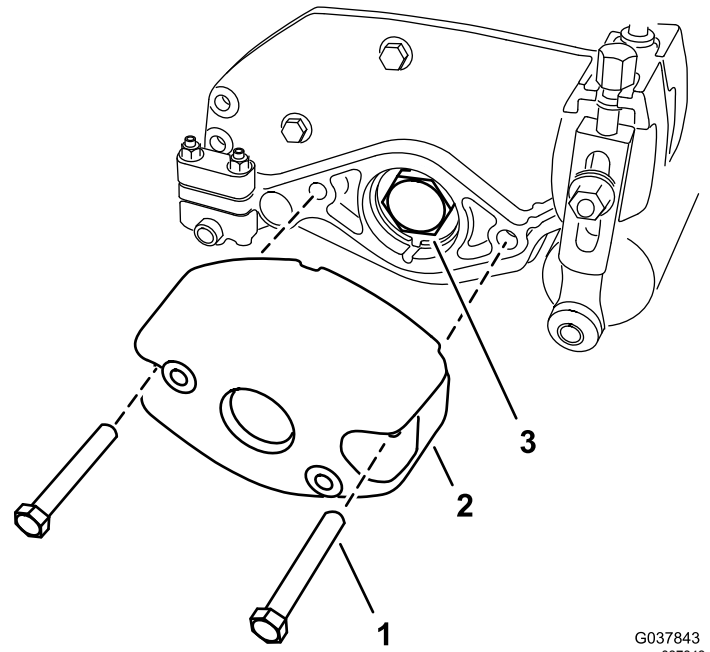

图4
6. 从将配重块固定到滚刀组侧板上的 2 个螺母由侧板固定中拧下 2 个螺栓 5/16 x 2 1/4 英寸。拆下配重块图4。
8. 从滚刀轴上卸下轴承螺母图4。